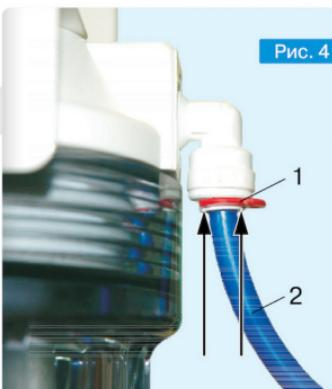

Рис. 4
- 2 - подключение к угловым фитингам (подробнее - см. рис. 4);
6.8. Вставьте до упора во входной (IN) угловой фитинг синюю трубку 2 (рис. 4) и зафиксируйте её стопорным кольцом 1. Аналогичным образом вставьте до упора в выходной (OUT) угловой фитинг белую трубку и зафиксируйте её стопорным кольцом.
6.9. Для снятия трубы необходимо удалить стопорное кольцо 1, надавить вверх нижнюю (выступающую) часть углового фитинга (см. стрелки на рис. 4), извлечь трубку 2.